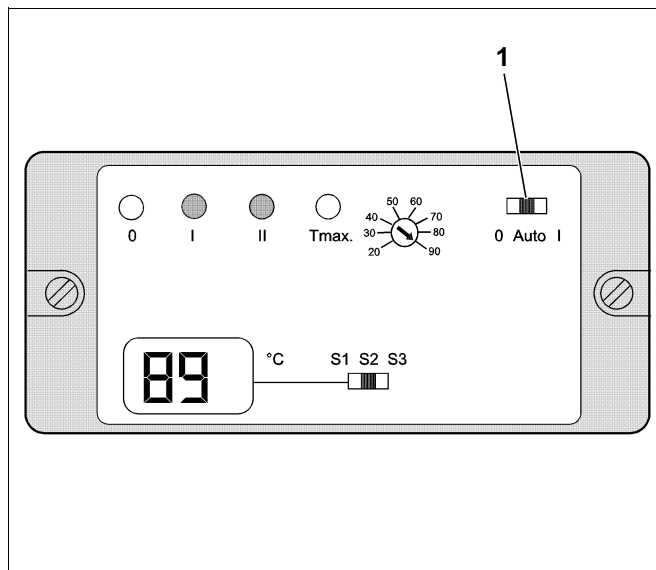

Fig. 23 Logamatic KR 0105
- I Controllare l'assenza d'aria nell'impianto mediante inserimento e spegnimento della pompa(e). Per il set idraulico ad una utenza, questo è fattibile spostando più volte il commutatore di tipo d'esercizio (fig. 23, **pos. 1**) dalla posizione „ON“ [I] alla posizione „OFF“ [0]. Durante le procedure di commutazione, controllare il quadrante del manometro (indicatore nero) al gruppo di sicurezza.
- 1 Il commutatore di tipo d'esercizio (fig. 23, **pos. 1**) si deve mettere sulla posizione [I] „ON“.